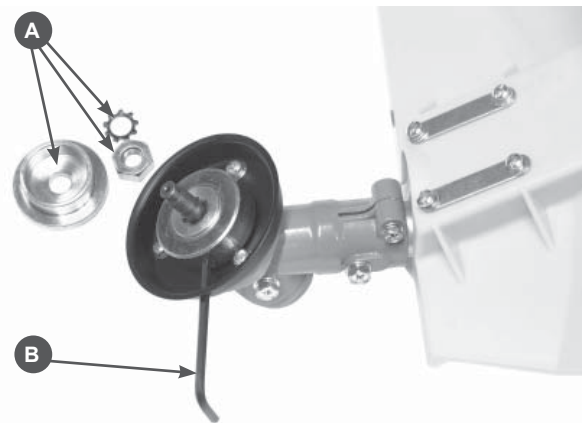

Рис.2
Для установки режущего инструмента установите в отверстие шайбы редуктора стопор (B) и демонтируйте гайку и шайбы редуктора (A) (Рис.2).